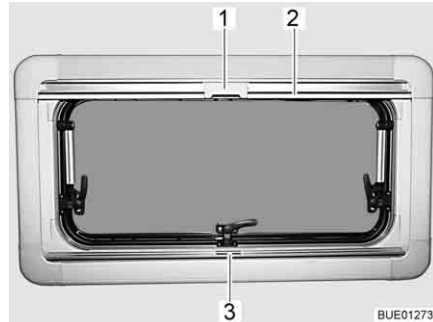

Fig. 107 Finestra apribile
- Afferrare la tendina oscurante pieghevole per la parte centrale della barra di presa (Fig. 107,3), tirarla dal basso verso l'alto e rilasciarla nella posizione desiderata. La tendina oscurante pieghevole rimane in questa posizione.
- Tirare la zanzariera a rullo accompagnandola con la barra di presa (Fig. 107,2) verso il basso, fino a quando la barra di presa non arriva a contatto con la tendina oscurante pieghevole (Fig. 107,3).
- Bloccare l'aggancio (Fig. 107,1) della zanzariera a rullo nella barra di presa della tendina oscurante pieghevole.
- Premere in alto all'indietro l'aggancio (Fig. 107,1) sulla zanzariera a rullo.
- Ricondurre lentamente la zanzariera a rullo accompagnandola con la barra di presa (Fig. 107,2).